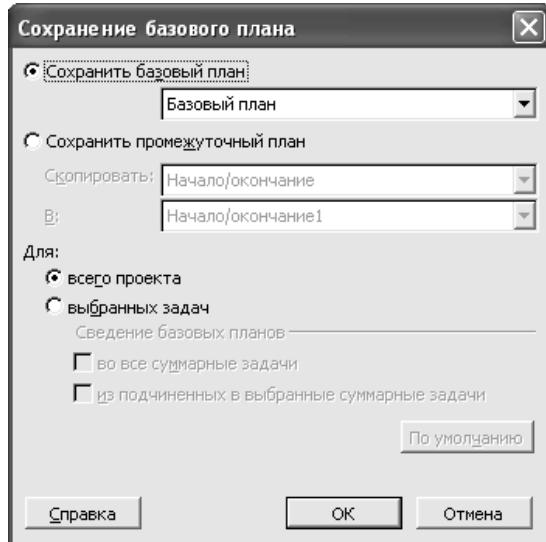

Рис. 48. Формування базового плану
4. Натисніть **OK** (рис. 48).